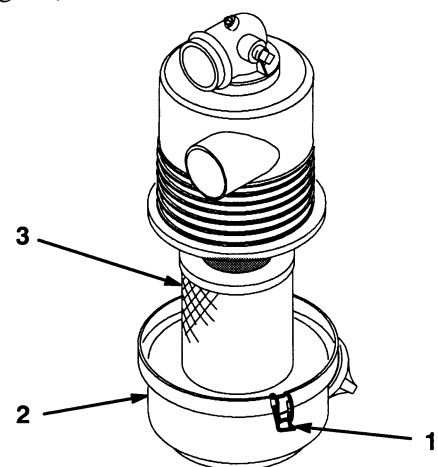

Figure 22
3. Desserrez les attaches qui fixent le couvercle au corps du filtre à air. Désolidarisez le couvercle du corps. Nettoyez l'intérieur du couvercle du filtre à air (Fig. 22).
4. Sortez avec précaution l'élément filtrant du corps du filtre pour éviter de déloger une trop grande quantité de poussière (Fig. 22). Evitez de cogner l'élément contre le corps du filtre.